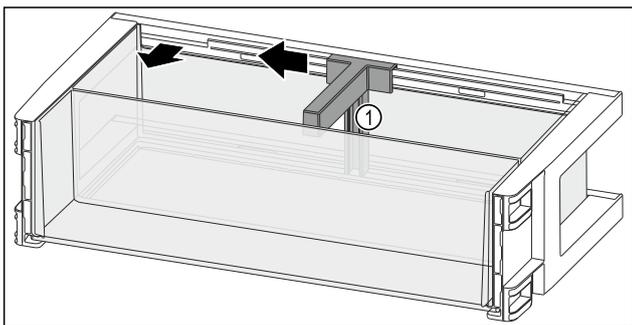

Fig. 113
- ▶ Pousser le porte-bouteilles Fig. 113 (1) sur le côté jusqu'à l'évidement.
- ▶ Retirer le porte-bouteilles Fig. 113 (1).